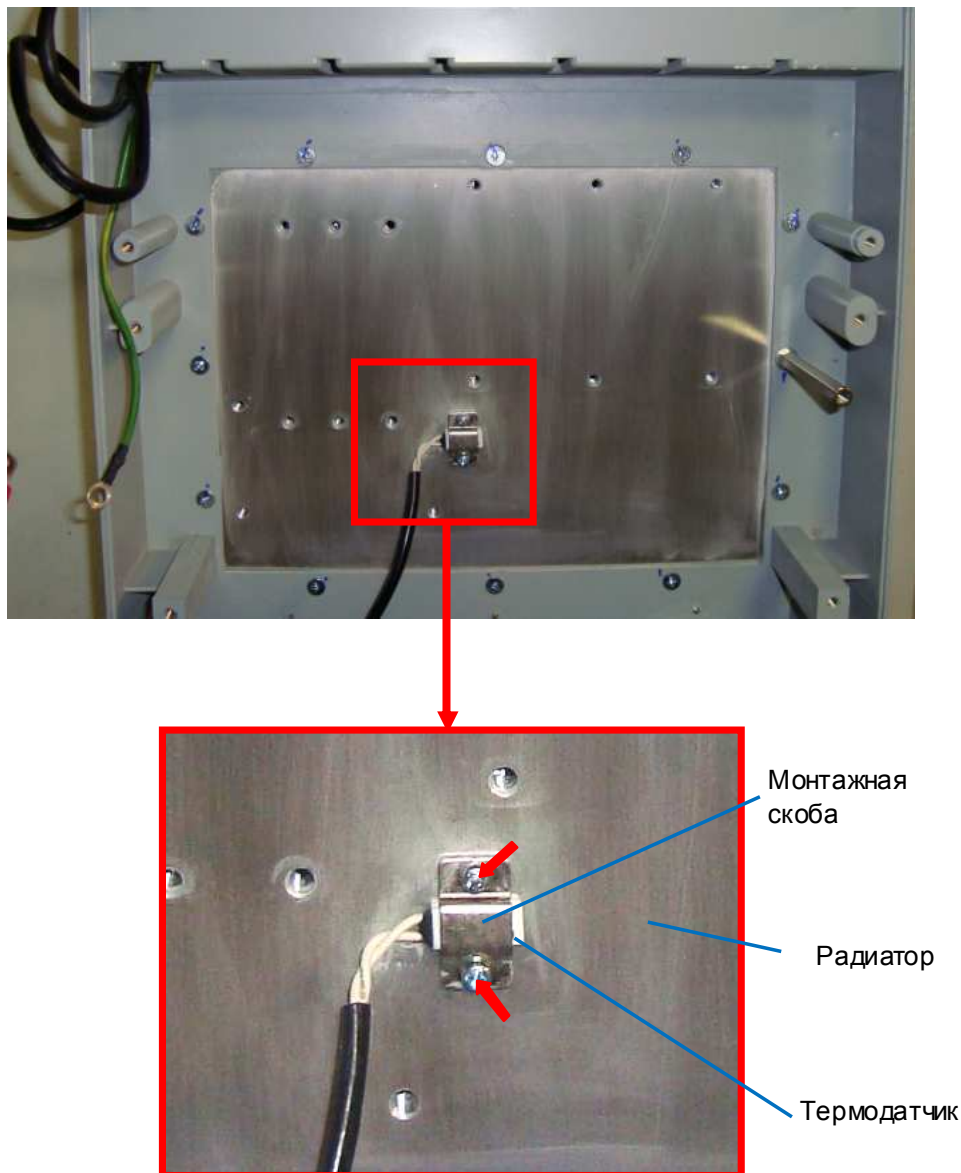

Рис. 7.4
7.3.3. Установить термодатчик на радиатор, прижать его монтажной скобой и прикрутить ее двумя винтами (рис. 7.4, красные стрелки).